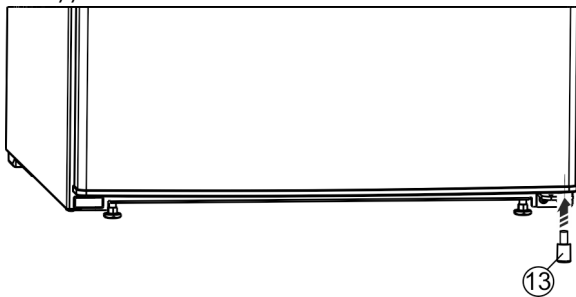

Fig. 26 \*
- ▶ Aseta välikeosa Fig. 26 (13) takaisin oveen alas oikealle, koska se on tärkeä osa laitteen vakavuudelle.\*